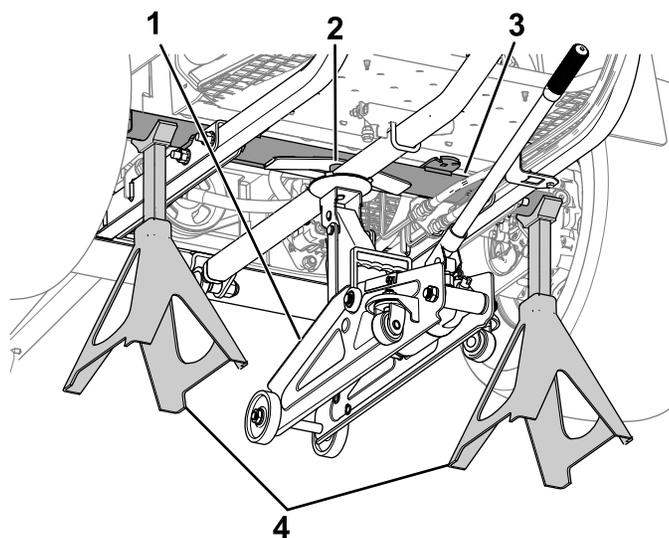

図 70
- 右側と左側ホイールモータの後ろのフレームアセンブリの後チューブの下 図 70。